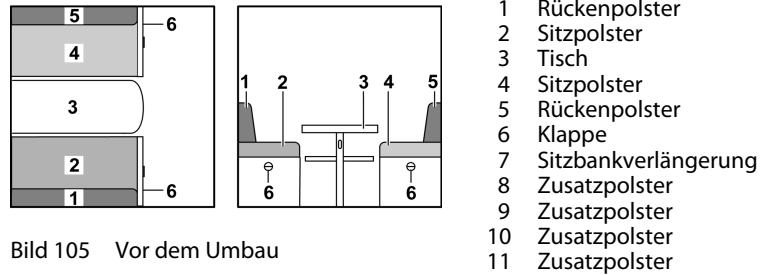

Bild 105 Vor dem Umbau
- Tisch (Bild 105,3) vergrößern und zum Bettunterbau umbauen (siehe Abschnitt 7.7).
- Das Rückenpolster (Bild 105,1) abnehmen und beiseite legen.
- Griff ziehen und Klappe (Bild 105,6) öffnen.